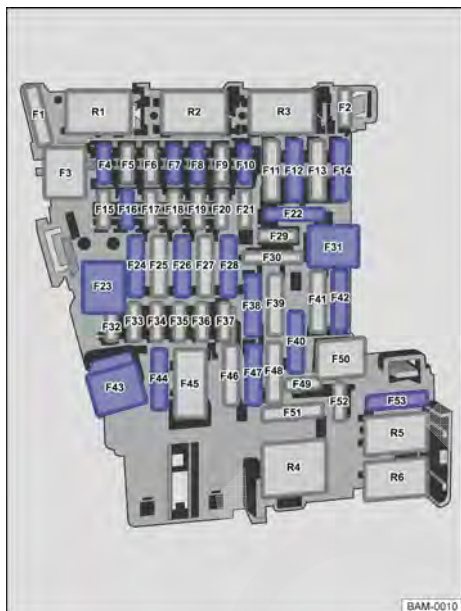

Fig. 282 No painel de instrumentos: disposição dos fusíveis.
a) Observar o local de instalação. Local do fusível montado de fábrica conforme representa a figura → Fig. 282.